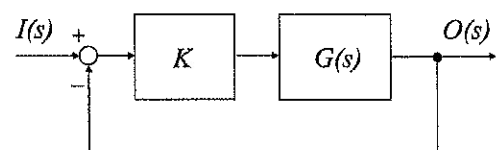

Fig.7-4
(3) Fig.7-4に示すフィードバック制御系(feedback control system)に関して, 以下の問いに答えよ。